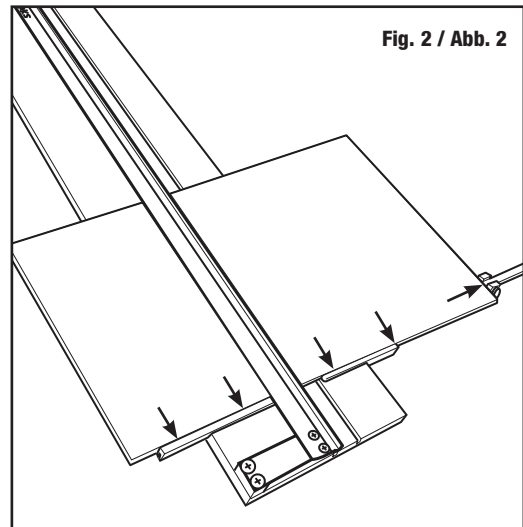

Fig. 2 / Abb. 2
2. Deslizar el cartón pluma por debajo del carril de guía contra las barras de escuadra y el stop de la barra de medir **(Fig. 2)**.
2. Leichtschaumplatte unter der Führungsschiene hindurch gegen die Anschlagbalken und den Messbalkenanschlag schieben **(Abb. 2)**.